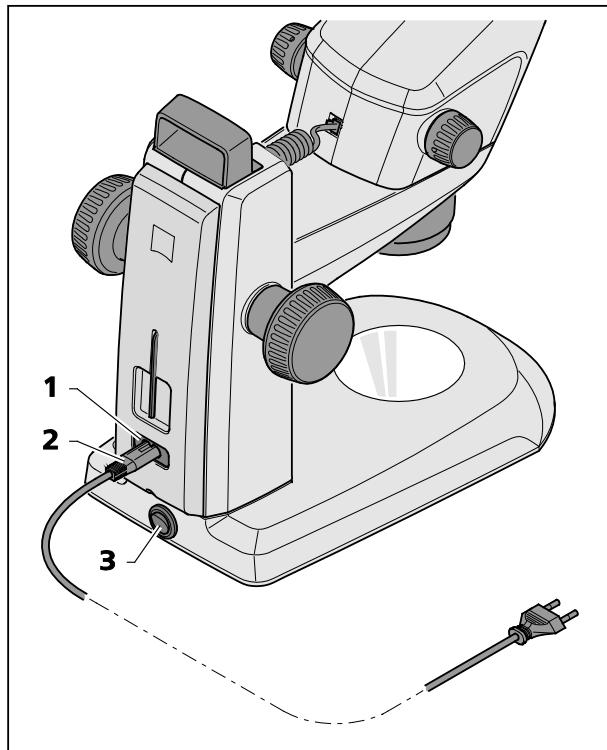

Fig. 17 Conectar el estereomicroscopio
- Enchufar el cable de red (Fig. 17/**2**) en la hembrilla de conexión a la red (Fig. 17/**1**) situada en el estativo.
- Conectar el cable de red (Fig. 17/**2**) a una caja de enchufe de red.
- Conecitar resp. desconectar el estereomicroscopio con el interruptor de red (Fig. 17/**3**).